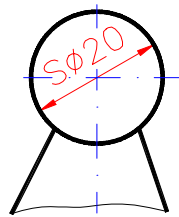

Figura 16
- b) Cotarea sferelor se face într-o singură proiecție, amplasând înainte de simbolul pentru diametru - Φ , simbolul: S, (figura 16).